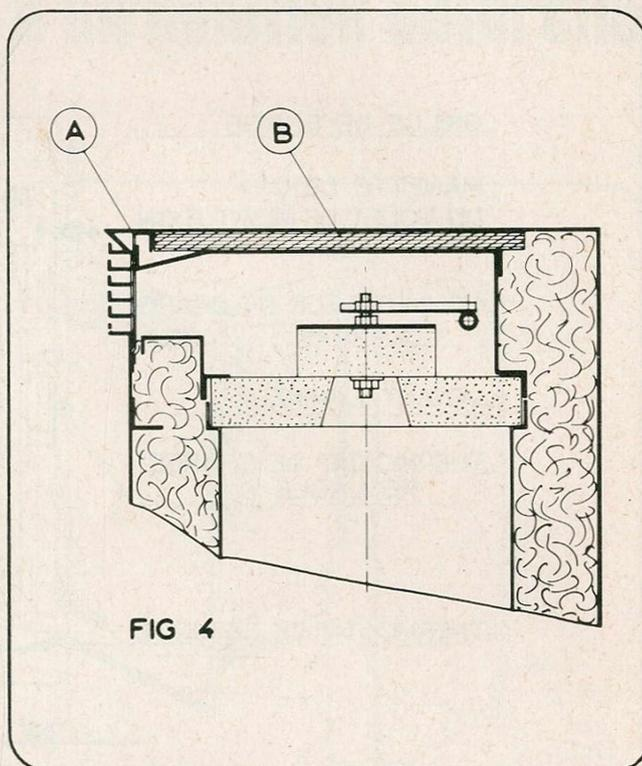

FIG 4
- Enlever la grille en la glissant vers le haut (rep. A - fig. 4) ainsi que le panneau de laine de roche recouvrant le déflecteur (rep. B - fig. 4).